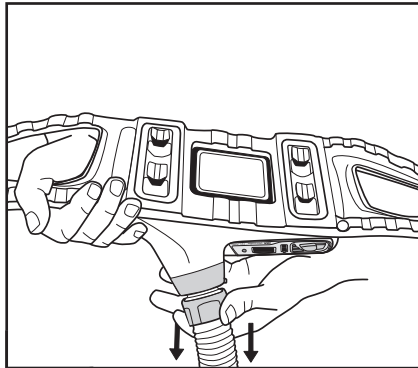

Fig. 11 – Remoción del tubo de respiración
4. Remoción: Voltee el ventilador con motor hacia abajo, de manera que la salida mire hacia abajo (Fig. 11) para ayudar a minimizar la posibilidad de contaminación de la salida.